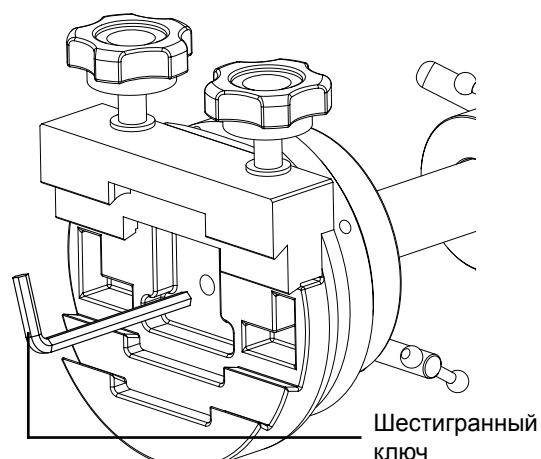

Рис. 2.5b
3. Для фиксации установочной площадки на штанге противовесов закрутите шестигранным ключом 5 мм винт, расположенный в центральном отверстии площадки (рис. 2.5b). Этим же ключом закрутите винт с внутренним шестигранником на серебристом кольце площадки.